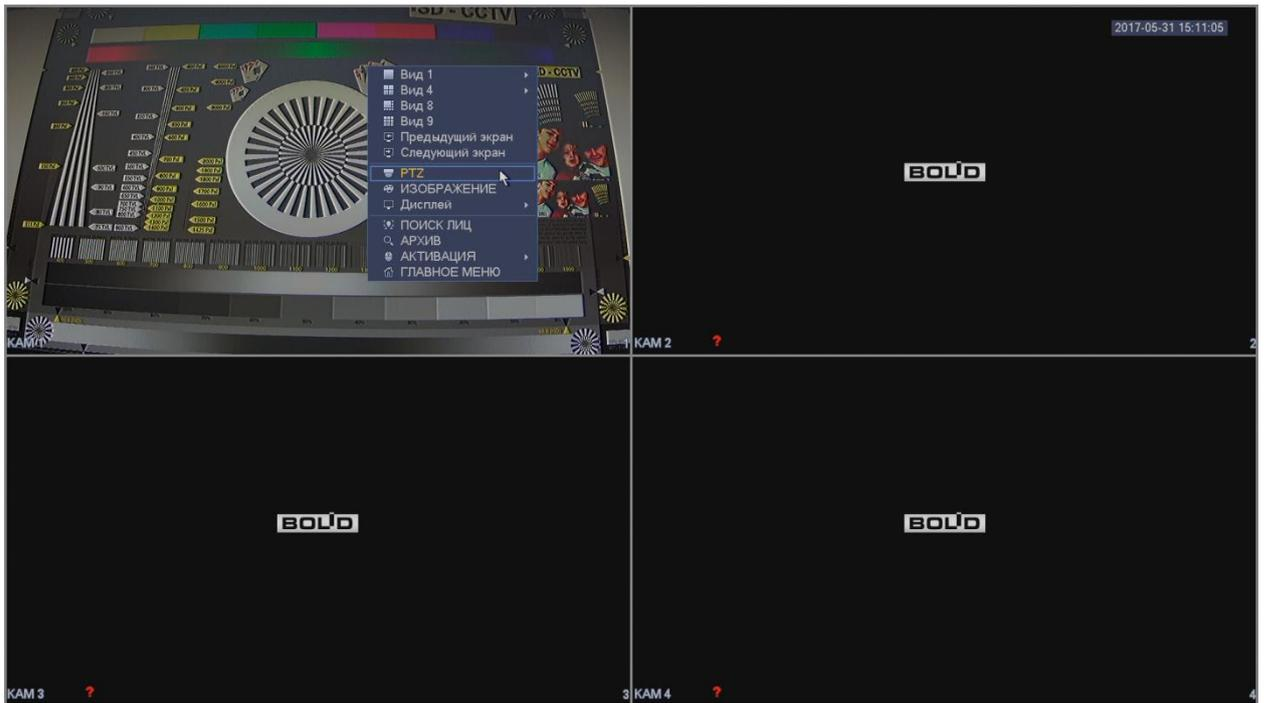

Рисунок 5
3.1 В интерфейсе аналогового видеорегистратора BOLID, в поле необходимой видеокамеры, нажмите правую кнопку мыши и выберите пункт «PTZ» (рис.5).